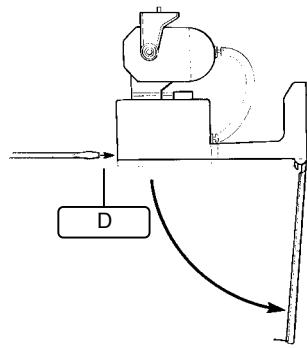

Fig.2
2. Öffnen Sie den Deckel, indem Sie leicht mit einem Schraubenzieher auf der Kerbe stoßen **D** (Bild 2)
3. Lassen Sie den Unterdeckel wieder (Bild 2) und entfernen Sie die Aluplatte **B** von der Schwenkvorrichtung